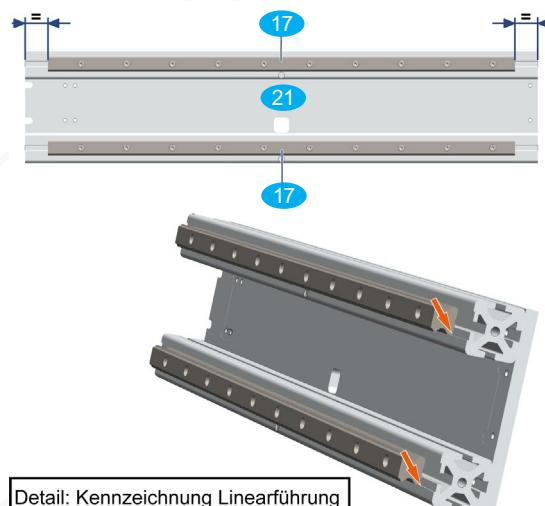

Bild 18: Montage der Y-Linearführungen
- Linearschienen so auf die Profile des Portalbalkens auflegen, dass die in Bild 18 (Detail) mit Pfeilen markierten Bezugskanten der Linearführungen zu den gefrästen Anschlagkanten weisen.